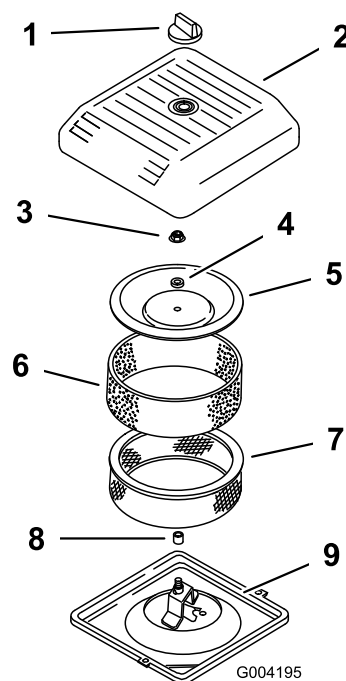

Figura 43
3. Desaperte o botão e retire a cobertura do filtro de ar (Figura 43).
4. Faça deslizar cuidadosamente o filtro prévio de esponja do elemento de papel (Figura 43).
5. Desaperte a porca da cobertura e retire a cobertura, o espaçador e o filtro de papel (Figura 43).
2. Coloque a estrutura do filtro do ar na base do filtro do ar (Figura 43).
3. Coloque a cobertura, o espaçador e aperte com a porca da cobertura (Figura 43). Aperte as porcas a 11 Nm.
4. Coloque a cobertura do filtro de ar e fixe-a com o botão (Figura 43).